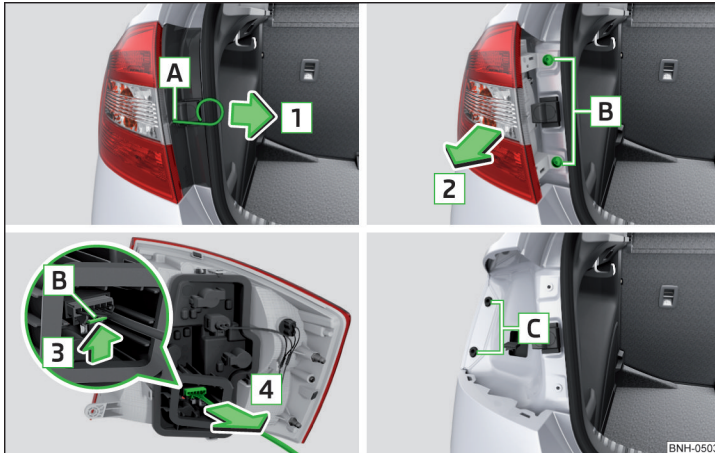
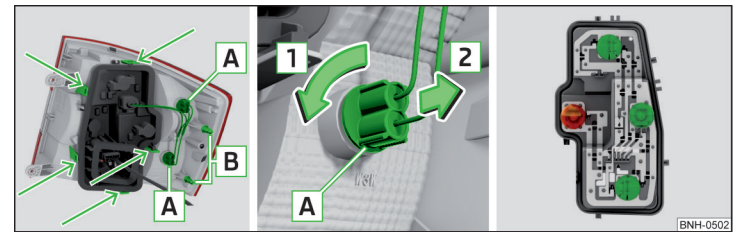

Abb. 195 Leuchte ausbauen / Stecker abziehen
Abb. 196 Äußerer Teil der Leuchte / Innerer Teil der Leuchte
- In die Öffnung **[A]** » Abb. 195 den Bügel zum Abziehen der Radvollblenden » Seite 168, *Bordwerkzeug* einführen.
- Die Leuchte mit den Zapfen **[B]** » Abb. 196 auf Seite 189 in die Aufnahmen **[C]** » Abb. 195 in der Karosserie einsetzen.
- Die Lampenfassung **[A]** » Abb. 196 in Pfeilrichtung **[1]** drehen und in Pfeilrichtung **[2]** aus dem Leuchtengehäuse herausnehmen.
- Den Lampenhalter in mit Pfeilen gekennzeichneten Bereichen entriegeln » Abb. 196 und den Lampenhalter aus der Leuchte herausnehmen.